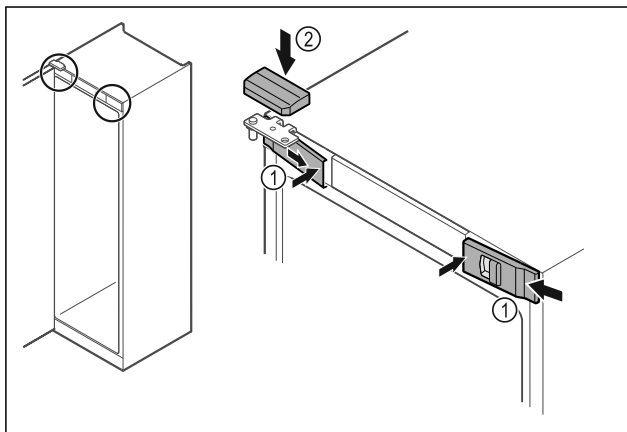

Fig. 37
- ▶ Zaháknite predné kryty Fig. 37 (1) naboku a zaistite ich vnútri.
- ▶ Zaistite horný kryt Fig. 37 (2) zhora.